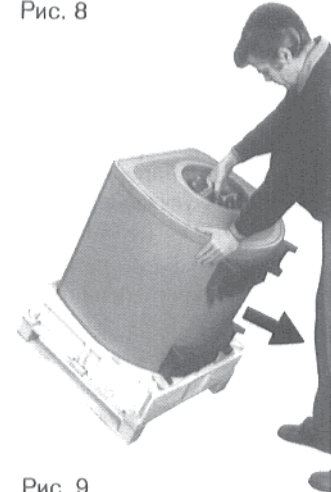

Рис. 9
3. Через кант поддона поставить бойлер на ножки бойлера (рис. 9).